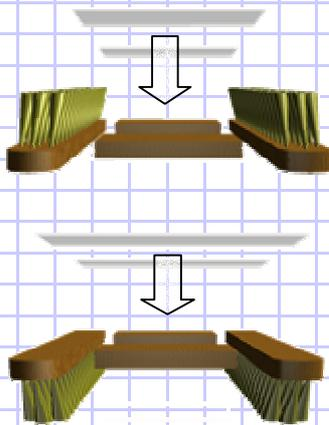

図5 . ベースの組み立て
- 短いほうのプラ板の粘着面、両端3mm位のところに強力両面テープ(黒)を貼り付け、図5の上側のようにブラシと橋板を固定します。ブラシと橋板との間には必ず隙間を空けてください
- 本体を裏返し、図5の下側のように長い方のプラ板を貼り付けます。